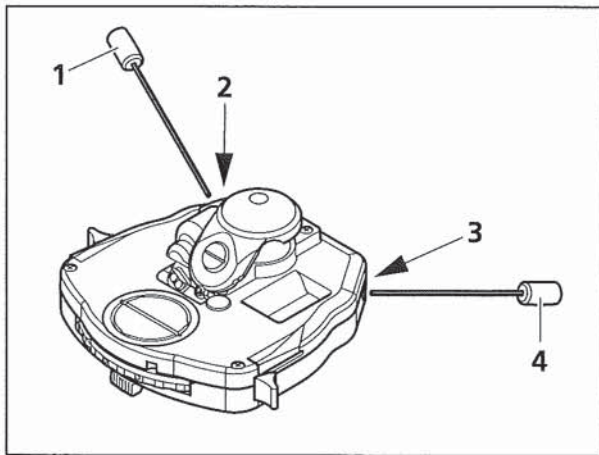
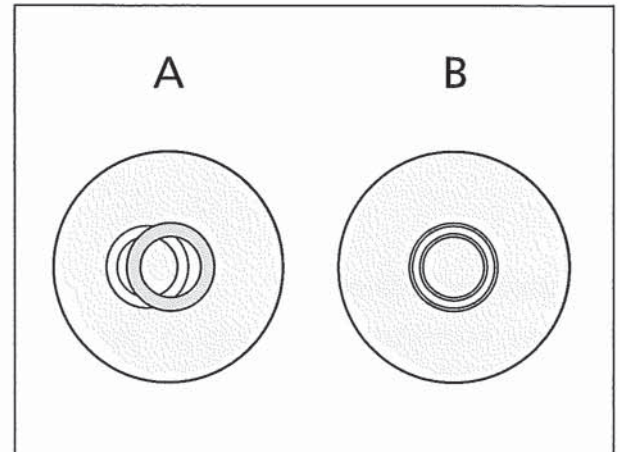

Bild 4-3 Dunkelfeldblende am Kondensator, achromatisch-aplanatisch 0,9 H D Ph DIC zentrieren
Bild 4-4 Phasenringblende (hell, im Kondensor) zum Phasenring (dunkel, im Objektiv) zentrieren
(3) Durchlicht-Dunkelfeld einstellen
- Zur Zentrierung der Dunkelfeldblende (nicht bei allen Kondensoren möglich) werden die zwei Inbusschraubendreher SW 1,5 (Bild 4-3/1 und 4) verwendet, mit denen die beiden Zentrierschrauben bei (Bild 4-3/2 und 3) so verstellt werden können, dass die Objektivaustrittspupille gleichmäßig dunkel erscheint. Nach dem Zentriervorgang beide Inbusschraubendreher SW 1,5 vom Kondensor abnehmen.
(3) Durchlicht-Phasenkontrast einstellen
- Falls die Überdeckung nicht perfekt ist (Bild 4-4/**A**), muss die helle Ringblende mit zwei Sechskant-Schraubendrehern SW 1,5 (Bild 4-3/1 und 4) an den beiden Zentrierschrauben bei (Bild 4-3/2 und 3) so nachzentriert werden, dass eine vollständige Überdeckung mit dem dunklen Phasenring gegeben ist (Bild 4-4/**B**).
Vollkommener Phasenkontrast entsteht nur dann, wenn sich die helle Ringblende (im Kondensor) und der dunkle Phasenring (im Objektiv) im Beleuchtungsstrahlengang genau überdecken (Bild 4-4/**B**).